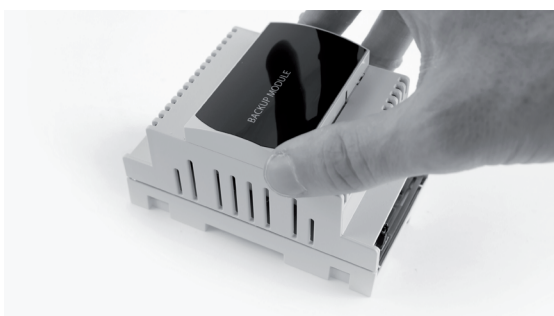

Fig.1
Tensione di uscita Vbat	18.4 Vdc o 13Vdc (vedere fig.1)
Output voltage Vbat	18.4 Vdc or 13Vdc(see fig.1)
- Premere la parte superiore in corrispondenza dei ganci da entrambe le estremità prima di poter rimuovere il coperchio (Fig. 1 e 2)
- Press the top part, squeezing the catches on both sides so as to remove the cover (Figs. 1 and 2)